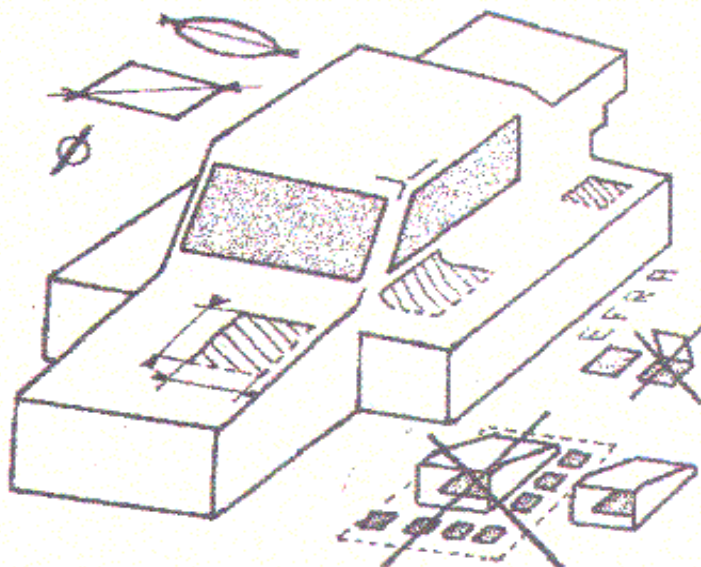

Figura 12: Tagli consentiti sulla carrozzeria 1/8 Buggy Brushless
- e) Finestrini e parabrezza devono rimanere integri lungo tutto il disegno originale dello stampo del modello. Non è consentito né forarli né aprirli, soprattutto non è consentito deformare la carrozzeria in prossimità delle aperture concesse. Si veda a corredo la Figura 12.